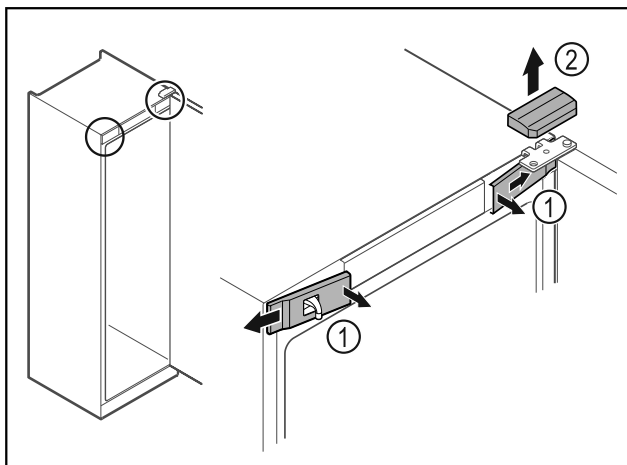

Fig. 8
- Uvolněte uvnitř přední kryty Fig. 8 (1) a sejměte je stranou.
- Horní kryt Fig. 8 (2) odeberte směrem nahoru.